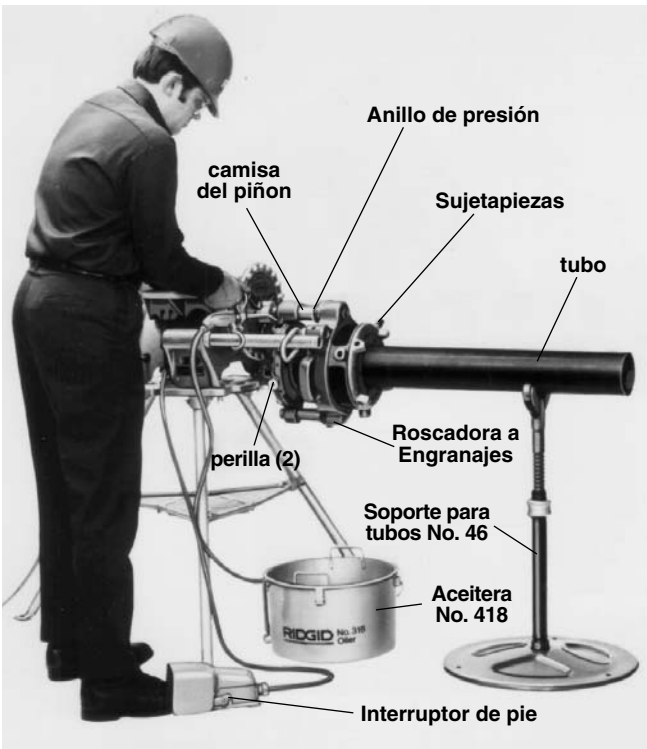

Figura 21 – Roscado de tubos con la Roscadora a Engranajes No. 141 (método de acoplamiento cercano) (la No. 161 es similar)
6. Sostenga el tubo con un soporte para tubos (Figura 21). Sitúe el soporte a unos 2 1/2 pies de la roscadora.
9. Sitúe la Aceitera No. 418 directamente debajo de la roscadora (Figura 21).